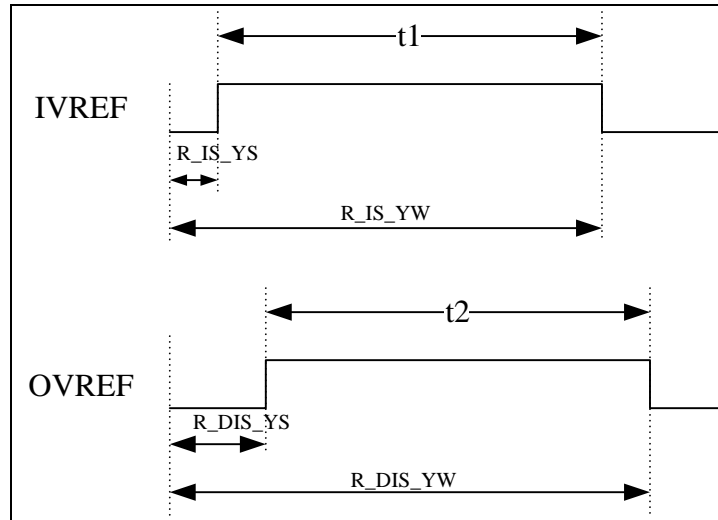

Figure 6-13 Timing Adjustment VREF Information
1. IVREF(t1)總長度與 OVREF(t2)相近且小於 OVREF(t2)(參考 Figure 6-13)。